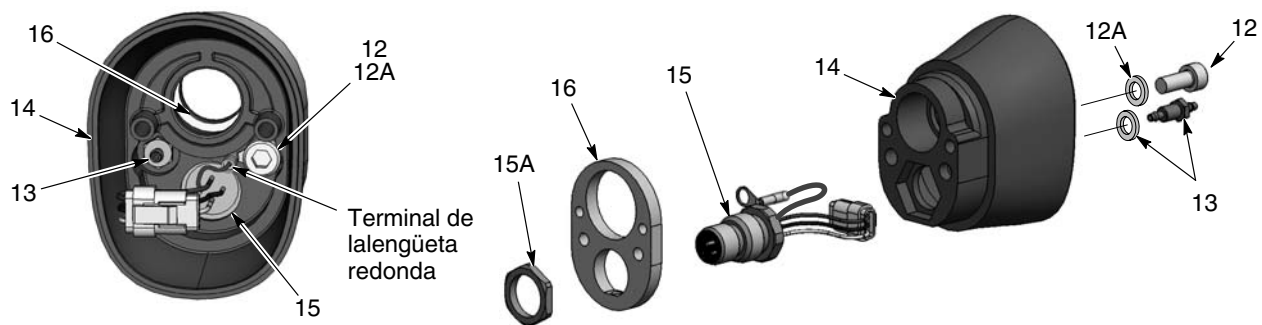

Figura 21 Desmontaje de la pistola de montaje en tubo 5 de 5
18. Ver la figura 21. Para desmontar el conjunto del cuerpo posterior, extraer el tornillo (12) y el racor dentado (13) de la parte interior del cuerpo de la pistola posterior (14). Se requiere una llave hexagonal de 3 mm y una llave de tubo de 1/4 pulgadas.
19. Extraer la tuerca (15A) del receptáculo, extraer la placa de puesta a tierra (16) del cuerpo de la pistola posterior, e introducir el cableado del receptáculo a través del cuerpo.